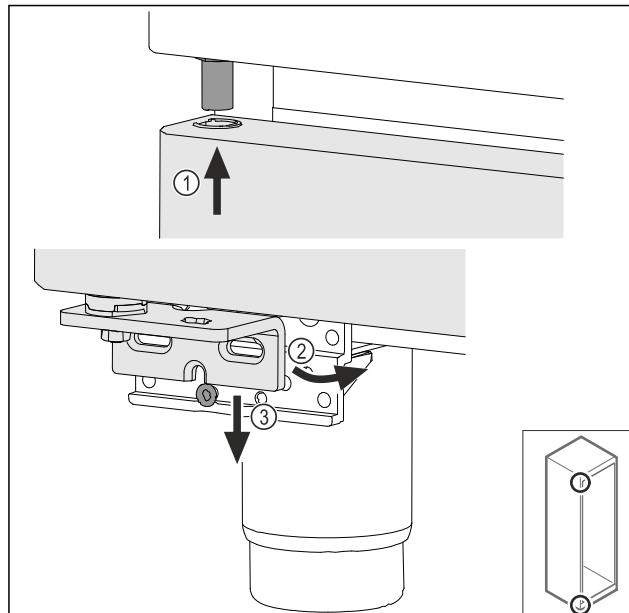

Fig. 70
- Inserire la porta leggermente inclinata in alto Fig. 70 (1), addezzare la porta Fig. 70 (2) e posizionarla in basso sulla vite del blocco di supporto Fig. 70 (3).